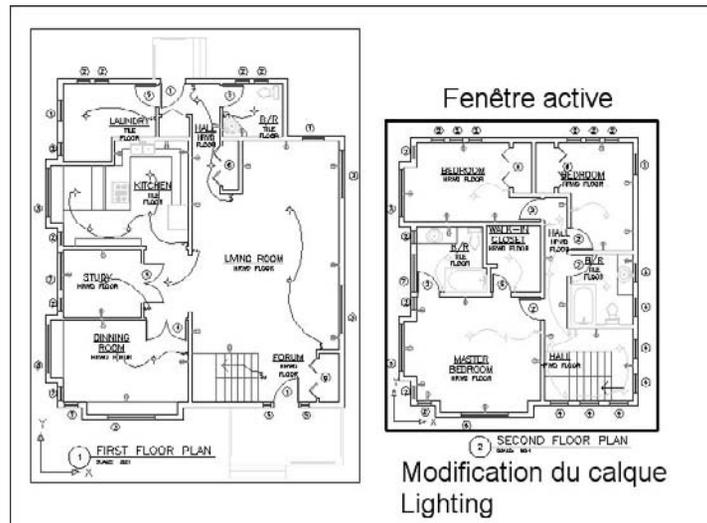

Fig.2.16
- 1 Dans l'onglet de présentation, cliquez deux fois dans une fenêtre pour qu'elle devienne la fenêtre courante (fig.2.16).